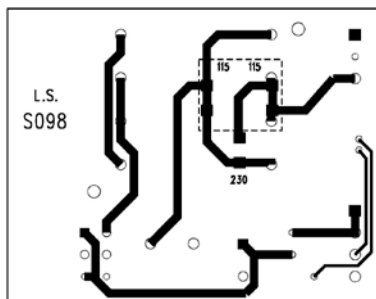

Figura 4
- Soldar los puentes marcados con "115" (Figura 4).